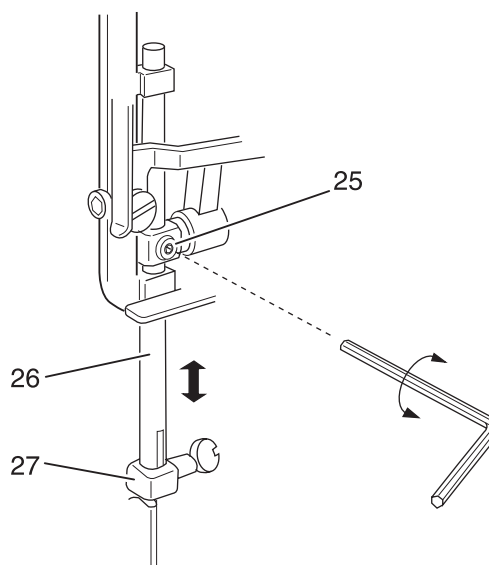

Рис. 22
- Ослабьте крепежные винты 25 ключом размером 2,0 мм для винтов с внутренним шестигранником (рис. 22).